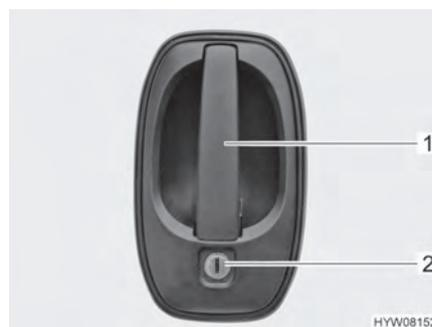

Fig. 31 Serrure de la porte (porte chauffeur/cellule à l'extérieur)
- Insérer la clé dans le barillet (Fig. 31,2) et la tourner jusqu'à ce que la serrure de la porte soit déverrouillée.
- Tirer sur la poignée de la porte (Fig. 31,1). La porte est ouverte.
- Insérer la clé dans le barillet (Fig. 31,2) et la tourner jusqu'à ce que la serrure de la porte soit verrouillée.